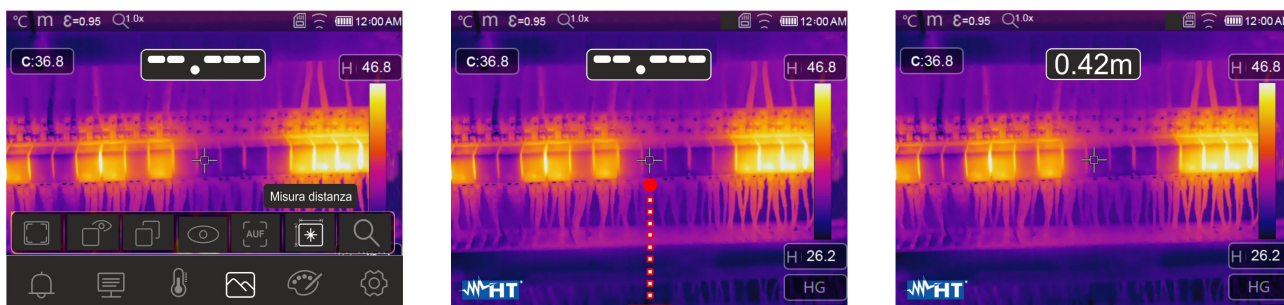

Fig. 38: Função de medição de distância com ponteiro laser
4. Clique no símbolo “” para ativar a medição de distância do instrumento do objeto emoldurado. A sequência das telas de exibição é mostrada em Fig. 38
5. O ponteiro laser (ver Fig. 2 – parte 3) liga e pisca intermitentemente. A medição da distância está sempre ativa no instrumento e o resultado é mostrado na parte central superior do display (ver Fig. 38 - parte direita). Mova o instrumento para as posições onde você deseja fazer a medição
6. Pressione o tecla Trigger (T) para congelar a imagem e salvá-la na memória do instrumento (ver § 4.2.5)